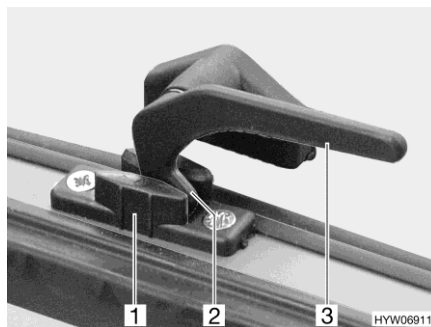

Fig. 62 Palanca de bloqueo (posición de "ventilación continua")
- En la posición "ventilación continua" (Fig. 62)
- Girar todas las palancas de bloqueo (Fig. 62,3) un cuarto de vuelta hacia la mitad de la ventana.
- Girar de nuevo hacia atrás las palancas de bloqueo. El saliente de bloqueo (Fig. 62,2) se ha de introducir para ello siempre en el rebaje del bloqueo de la ventana (Fig. 62,1).